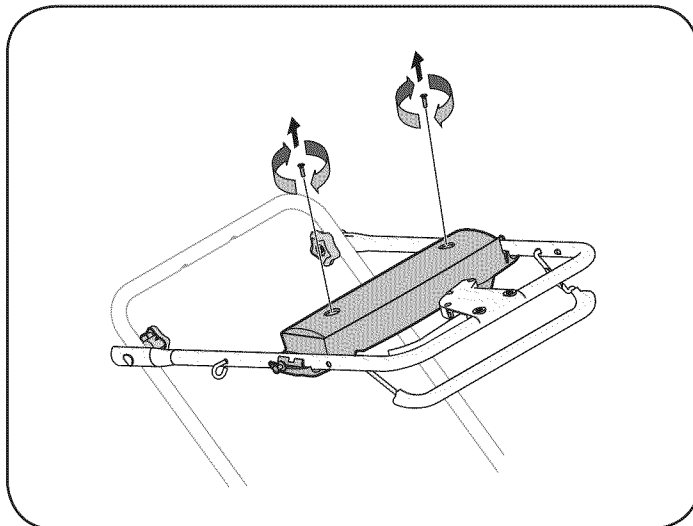

Figura 19
1. Afloje las perillas en estrella que sujetan las manijas inferior y superior y con cuidado doble la manija superior hacia la manija inferior tal como se muestra en la Figura 19.
2. Retire los dos tornillos que sujetan la cubierta de la batería al alojamiento de la batería y colóquelos al costado. Vea la Figura 19.
NOTA: La batería que tiene puede diferir ligeramente de la que se muestra en la Figura 19. Consulte la lista de piezas.
1. Abra la cubierta de la batería según se muestra en Cambio de batería. Vea la Figura 19.